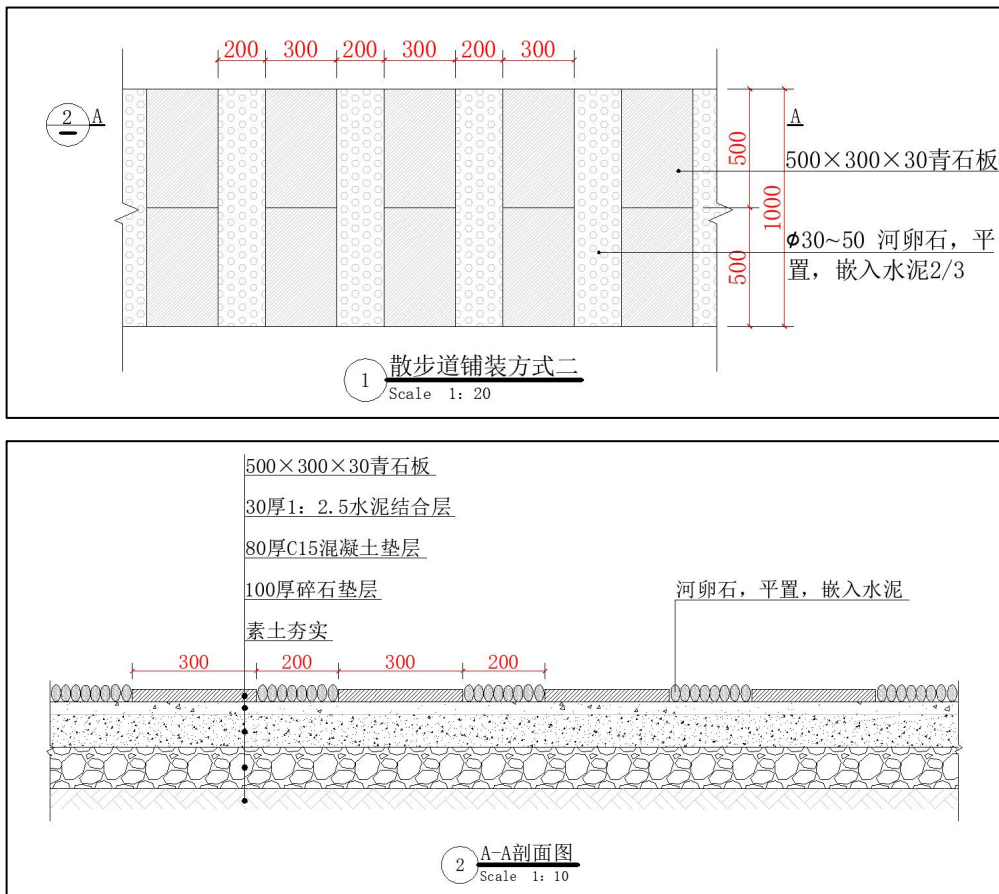

图 J3-4 园路施工图
现有某园林工程建设项目单体工程——园路施工图纸（图 J3-4），请运用所学的园林工程有关识图的基本知识，完成该项目中有关施工图的识记，共计 40 个空格，每空格计分为 2 分，识图填空合计 80 分。
(5) 附图 (图 J3-4)